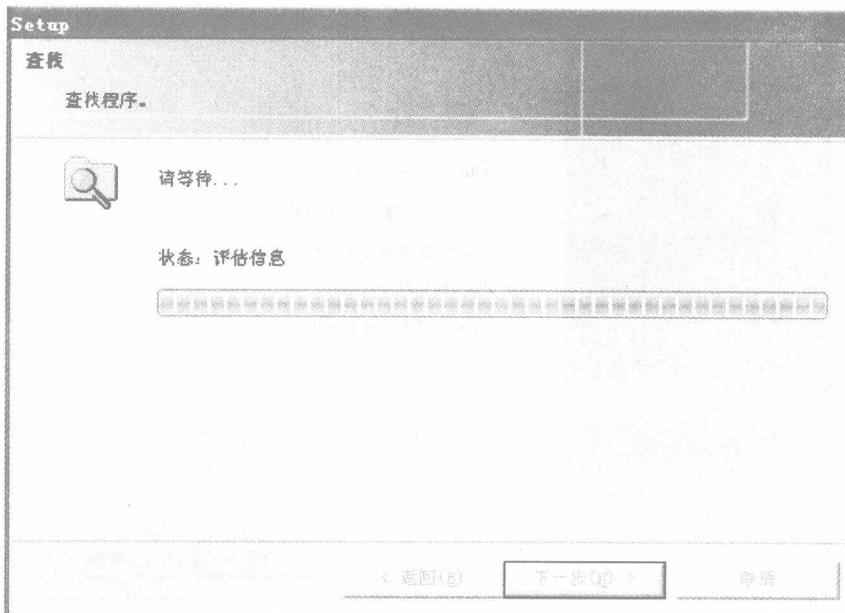

图 2-3 安装 WinCC flexible 3—评估系统信息
③ 安装程序开始自动监测当前系统情况并评估系统信息(如图 2-3 所示)。如果用户已经安装较早版本的 WinCC flexible,则安装程序会提示需要先将原先老版本的 WinCC flexible 卸载后,再重新运行安装程序。